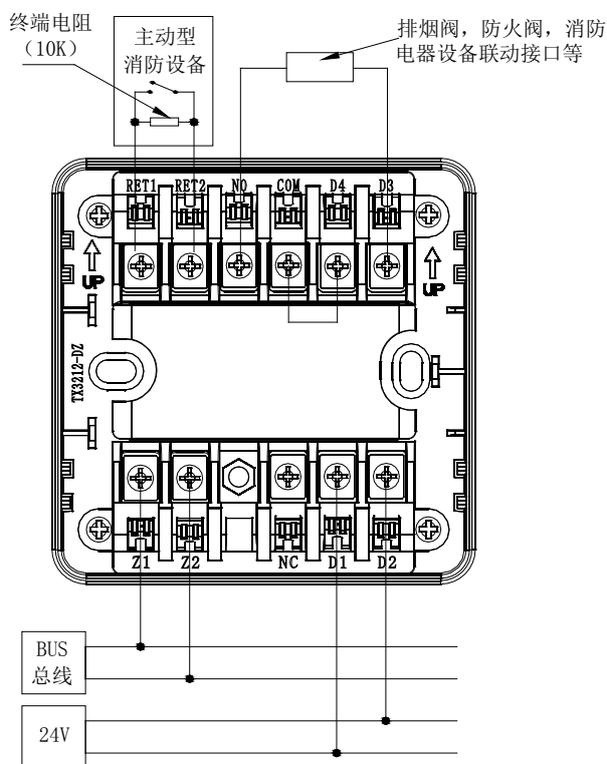
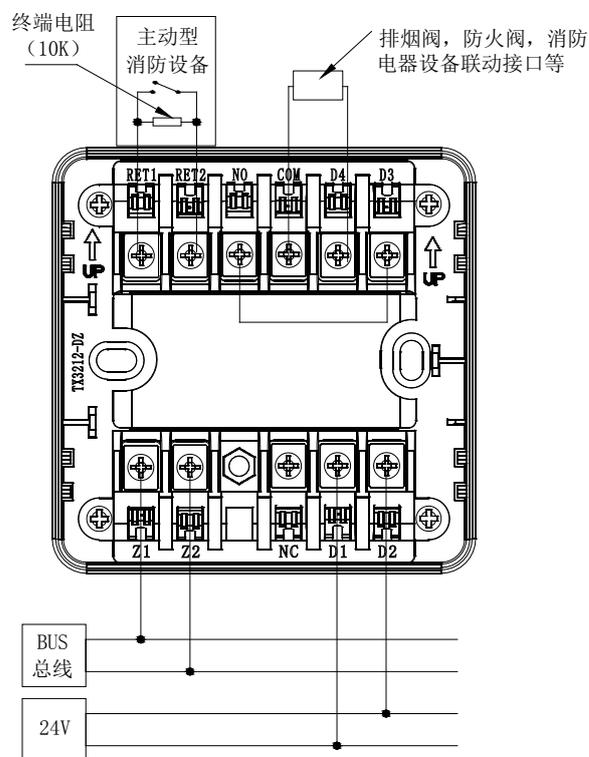
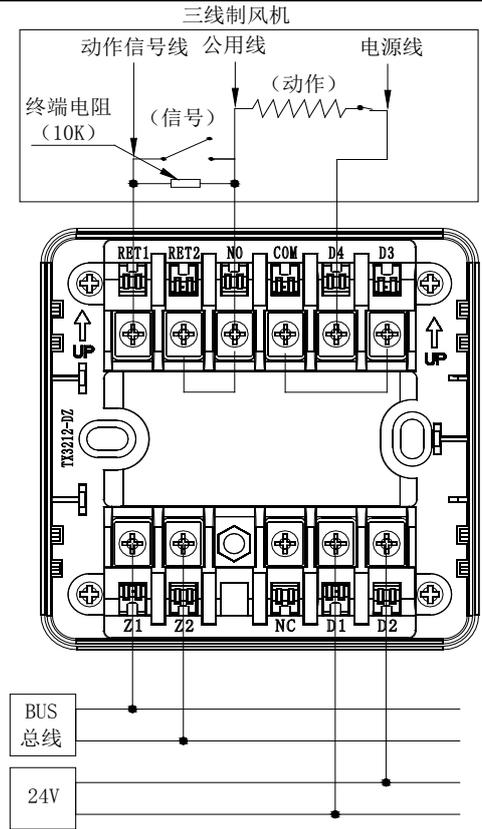

图 3
图 4
图 6
- ◆ 在输入线的末端（远离模块端）必须并联一个 10KΩ 的终端电阻（具体接线方法参见图 3 至图 6）。
- ◆ 辅助电源输出接四线制低压小功率消防设备，其接线方式如图 3、图 4 所示；
- ◆ 辅助电源输出接三线制低压小功率消防设备，其接线方式如图 6 所示。